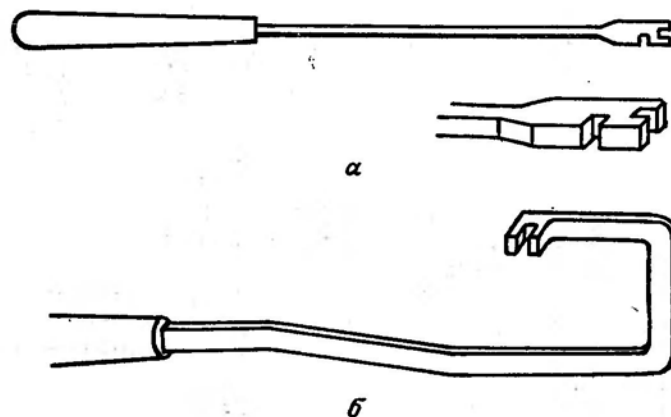

Рис. 15. Крепейзены:
9. Крепейзены для изгибания проволоки и металлических ложек (рис. 15).